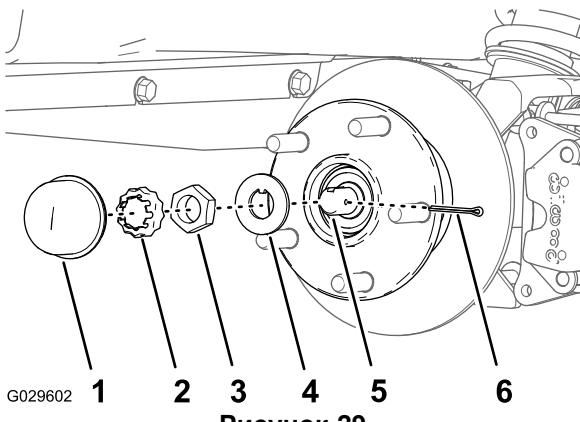
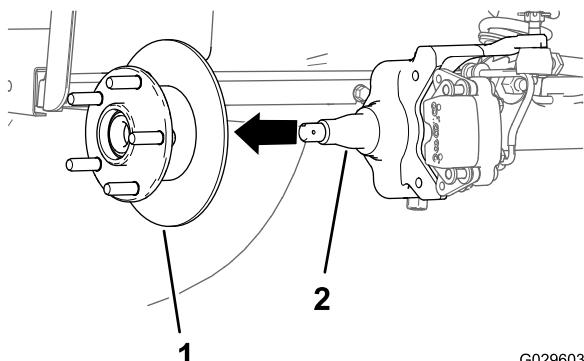

Рисунок 29
Рисунок 30
(Рисунок 29).
- Снимите шплинт и держатель гайки со шпинделем и гайки шпинделя (Рисунок 29).
- Снимите гайку шпинделя со шпинделем и отделите ступицу и ротор в сборе от шпинделя (Рисунок 29 и Рисунок 30).